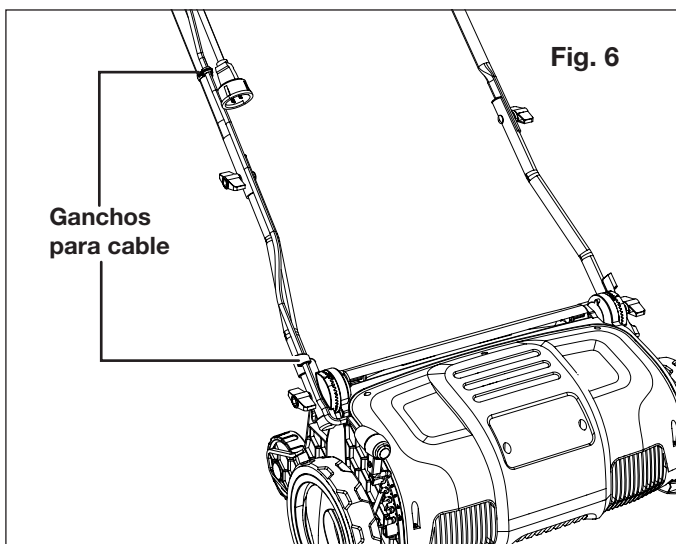

Fig. 6
5. Sujete el cable con el gancho para cable de repuesto y el gancho en la rueda dentada para ajuste (Fig. 6).